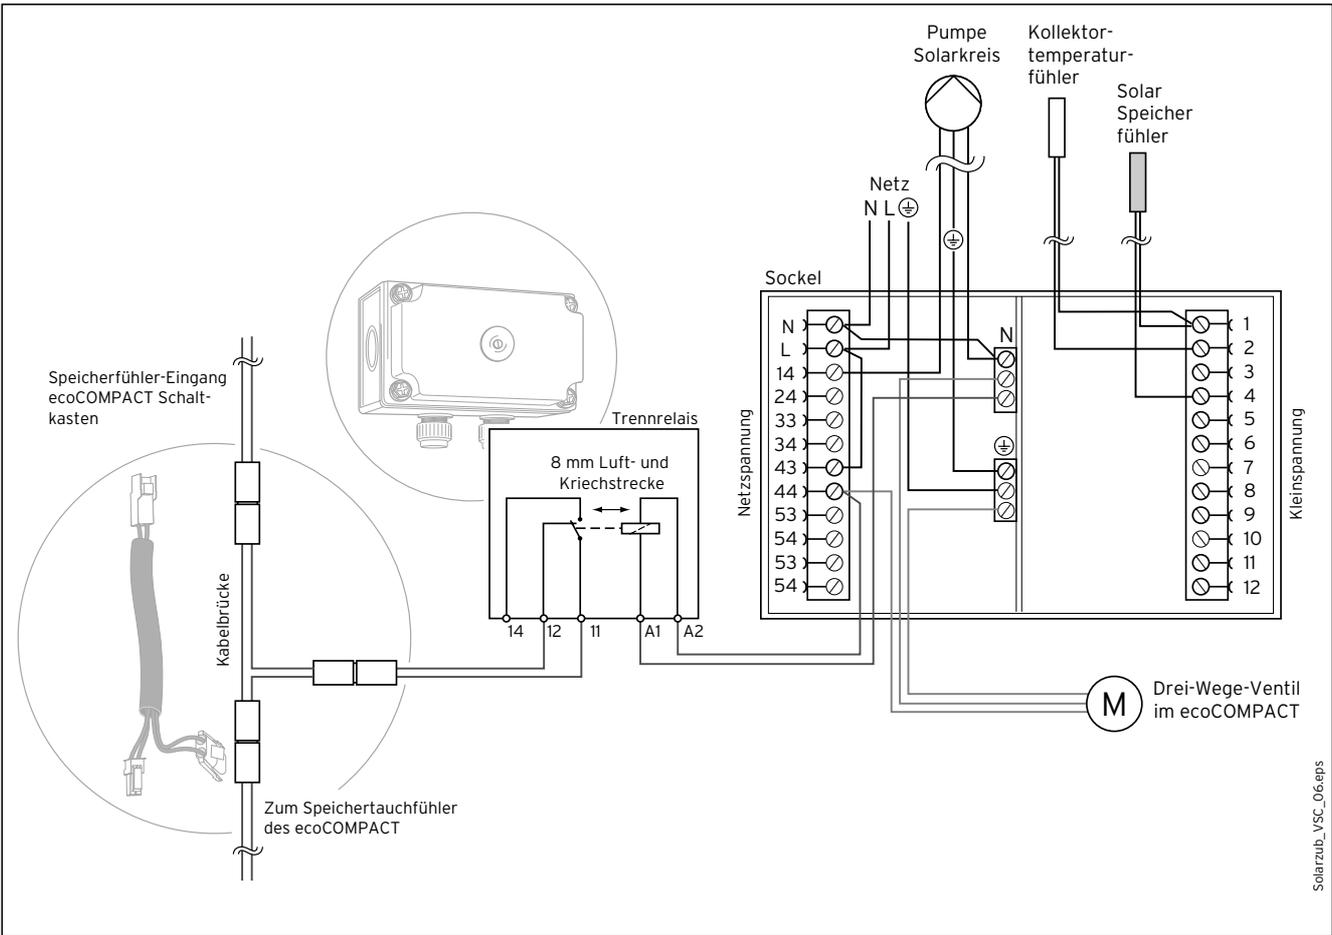

Abb. 4.3 Verdrahtungsschema
• Verbinden Sie den freien Stecker (4) der Kabelbrücke mit dem Stecker des Trennrelais (5).
• Verbinden Sie die Anschlüsse A1 und A2 des Trennrelais entsprechend der Abb. 4.3 mit dem Solarregler VRC S.
• Führen Sie ein Kabel vom Drei-Wege-Ventil aus dem ecoCOMPACT heraus und schließen sie das Kabel entsprechend der Abb. 4.3 an den Solarregler VRC S an.